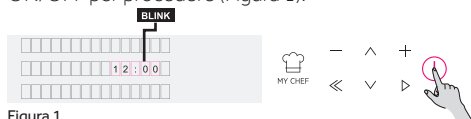

Figura 1
• Al primo utilizzo, è necessario seguire il processo di installazione per poter utilizzare il forno. Premere ON/OFF per procedere (Figura 1).